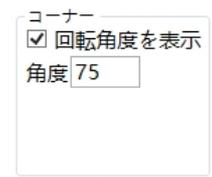

図 5.6.10b 「コーナー表示」設定
操作方法：①図5.6.10bに示すように、「コーナー表示」パラメータにチェックを入れます。